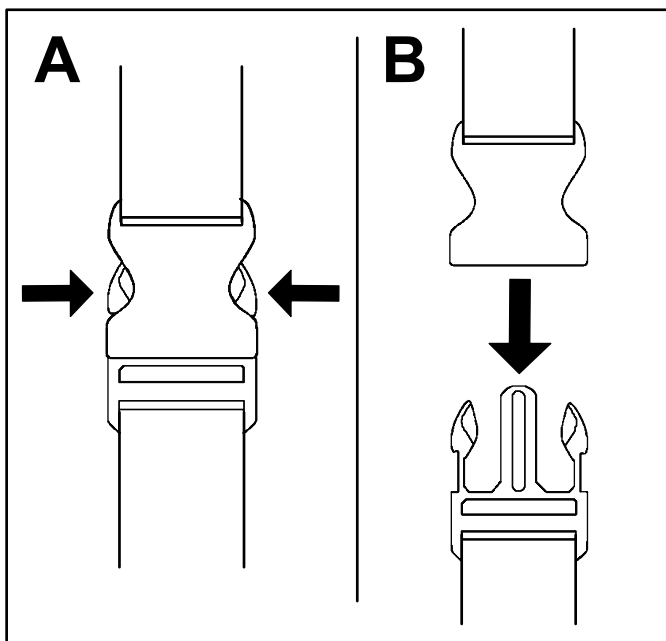

Figura 14
1. Presione hacia dentro los lados de la hebilla (Figura 14, A).
2. Deje que se desconecte la hebilla (Figura 14, B).